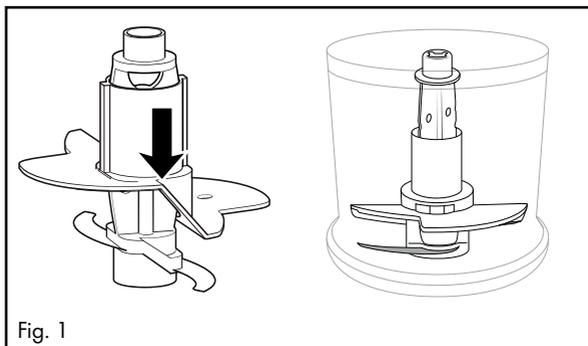

Fig. 1
- Pentru 100 ml de frișcă introduceți paletetele **10** pe suportul cuțitului **5**, astfel încât acestea să se sprijine pe ambele cuțite **7** și să se fixeze (fig. 1):